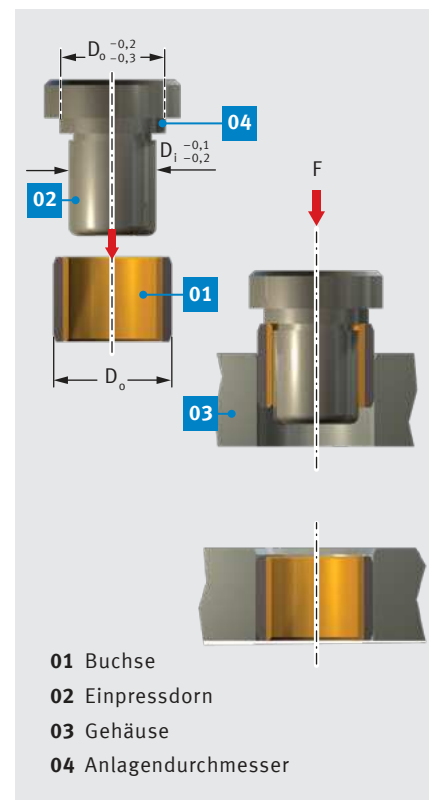

Abb. 52: Versenkt einpressen $D_o \leq 55$ mm
- versenktes Einpressen mit Dorn ohne Hilfsring gemäß Abb. 52.